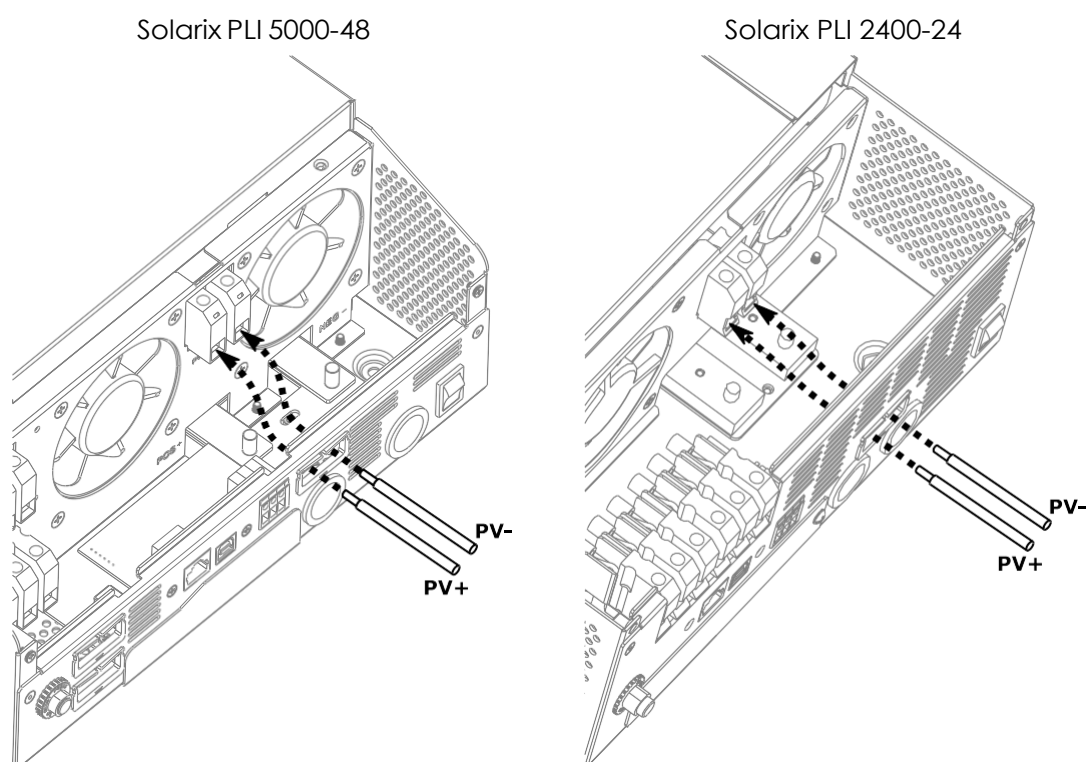

Figura 9: Conexión del cable del generador fotovoltaico
4. Conecte los cables positivo y negativo del generador fotovoltaico a los respectivos terminales fotovoltaicos en el inversor (Figura 9). Apriete las abrazaderas del terminal con un par de torsión de 1,4 - 1,6 Nm.